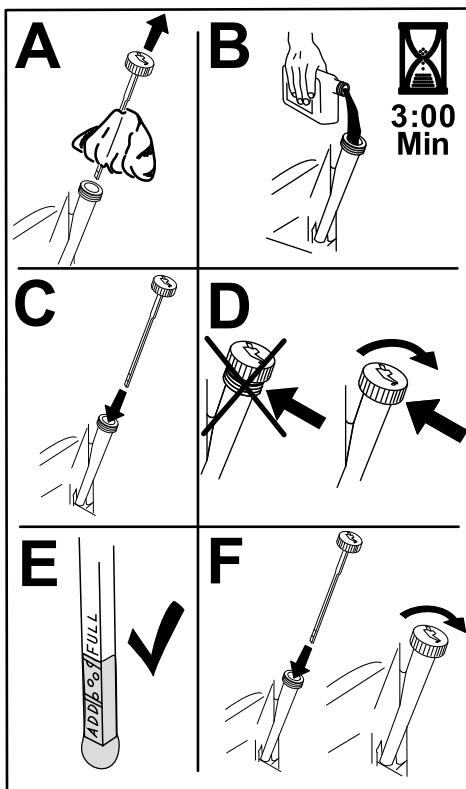

Bild 44
6. Gießen Sie langsam ungefähr 80 % der angegebenen Ölsorte in den Einfüllstutzen und füllen Sie dann vorsichtig mehr Öl ein, um den Ölstand an die **Voll**-Markierung zu bringen (Bild 44).